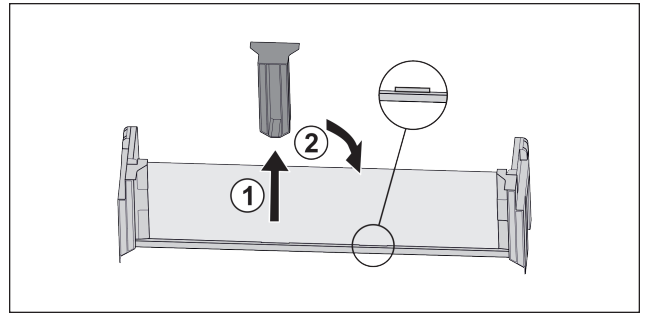

Fig. 54 *
- ▶ Middelste vasthoudddeel lostrekken Fig. 54 (1).*
- ▶ Middelste vasthoudddeel in tweede positie inzetten Fig. 54 (2).*